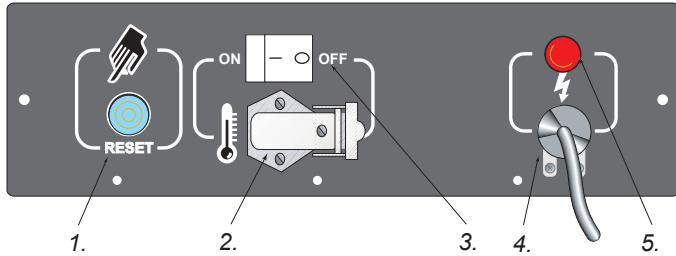

Abbildung 6 - Schalttafel.
Der Heißluftgenerator kann nur automatisch funktionieren, wenn ein Steuergerät, etwa ein Thermostat oder eine Zeitschaltuhr, an das Gerät angeschlossen ist; dessen Kabel muss an die Klemmen 2 und 3 des mit dem Gerät gelieferten Steckers 2 (Abb. 6) angeschlossen werden (die Brücke, die die beiden Klemmen verbindet, muss entfernt und nur, wenn das Gerät wieder ohne Steuergerät funktionieren soll, wieder angebracht werden).
- Der Schalter 3 (Abb. 6) in die Stellung mit dem Symbol ON gebracht werden: der Ventilator läuft an und nach einigen Sekunden setzt die Verbrennung ein.
Bei der ersten Inbetriebnahme oder nach einer kompletten Entleerung der Ölleitung kann der Öldruck an der Düse zu niedrig sein und einen Eingriff der Flammenüberwachung hervorrufen, die den Generator anhält; in diesem Fall warten Sie etwa eine Minute und drücken dann die Reset-Taste 1 (Abb. 6), um das Gerät neu zu starten. Wenn das Gerät nicht funktioniert, unternehmen Sie folgende Schritte:
2. Drücken Sie die Reset-Taste 1 (Abb. 6);
Um das Gerät auszuschalten, muss der Schalter 3 (Abb. 6) auf "0" gestellt werden oder auf das Steuergerät eingewirkt werden, zum Beispiel, indem Sie den Thermostat auf eine niedrigere Temperatur einstellen. Die Flamme geht aus, der Ventilator läuft weiter, bis die Brennkammer vollständig abgekühlt ist.
Der Generator verfügt über eine elektronische Flammenüberwachung. Wenn eine oder mehrere Betriebsstörungen auftreten, bewirkt diese den Stillstand des Geräts und die Beleuchtung der Reset-Taste 1 (Abb. 6).
Wenn der Generator überhitzt ist, greift ein Überhitzungsthermostat ein und bewirkt die Unterbrechung der Brennstoffversorgung; der Thermostat stellt sich selbst zurück, wenn die Temperatur der Brennkammer auf den erlaubten Maximalwert gefallen ist. Bevor der Generator wieder in Betrieb genommen wird, muss die Ursache für die Überhitzung gefunden und beseitigt werden (z.B. Verstopfung von Luftansaugung oder Luftaufluss oder Stillstand des Ventilators). Um das Gerät neu zu starten, drücken Sie die Reset-Taste 1 (Abb. 6) und befolgen Sie die Anweisungen des Abschnitts "INBETRIEBNAHME".